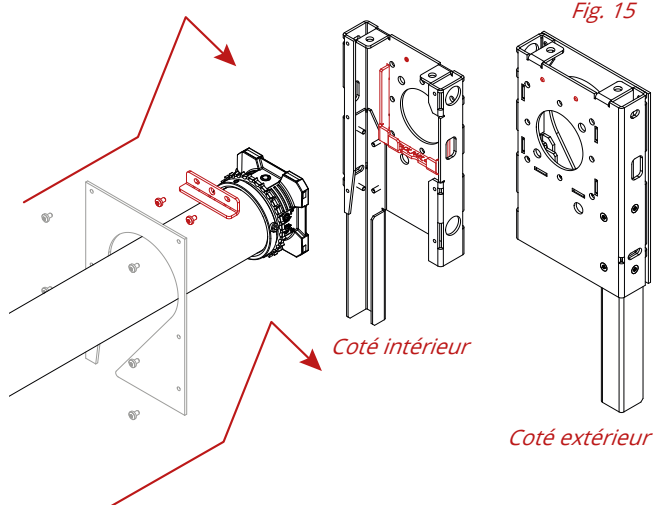

Fig. 15
**1 / CÔTÉ MOTEUR : DÉVISSER LES 2 VIS PRÉFIXÉES SUR L'ÉQUERRE DE VERROUILLAGE DE LA CONSOLE. POSER L'ARBRE AVEC MOTEUR T8 DANS SON LOGEMENT SOUDÉ SUR LA CONSOLE ADÉQUATE (FIG. 15)**